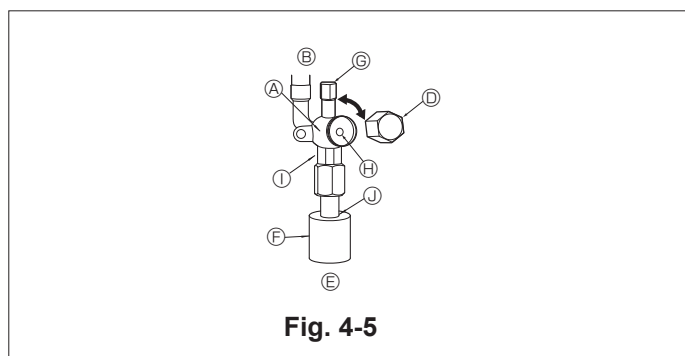

Fig. 4-5
- Si la pression diminue à l'étape (2) ou (3), il y a une fuite de gaz. Rechercher l'origine de la fuite de gaz.
4.5. Comment ouvrir la vanne d'arrêt (Fig. 4-5)